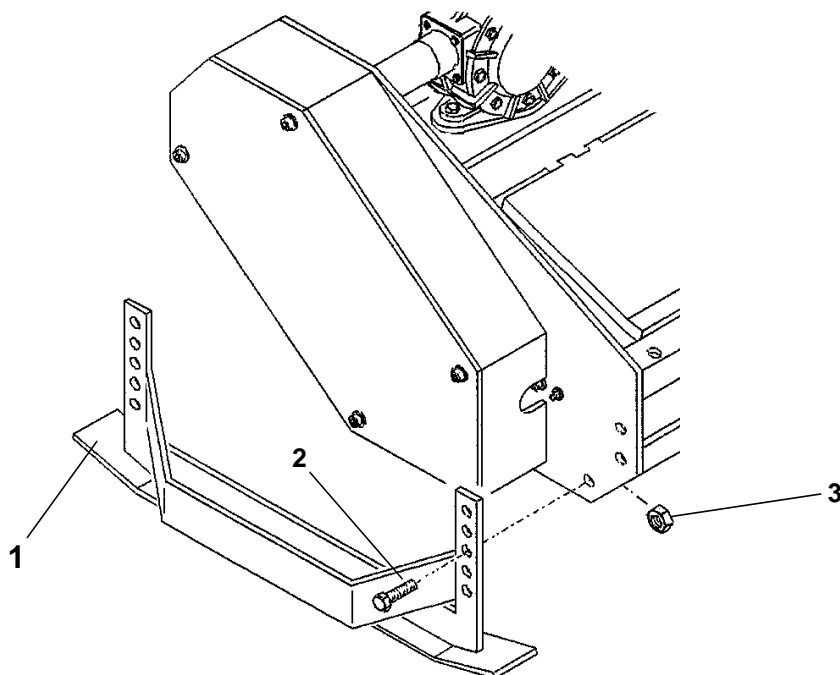

Fig. 6-1 *Regolazione slitte - Skids adjustment*
- Regolazione slitte: regolare la posizione in altezza delle slitte 1 (Fig. 6-1) sia a destra che a sinistra, agendo sulle viti 2 e i dadi 3 (le slitte devono sfiorare il terreno).
- Skids adjustment: adjust the height position of the skids 1 (Fig. 6-1) both right and left with the screws 2 and the nuts 3 (the skids must skim along the ground).